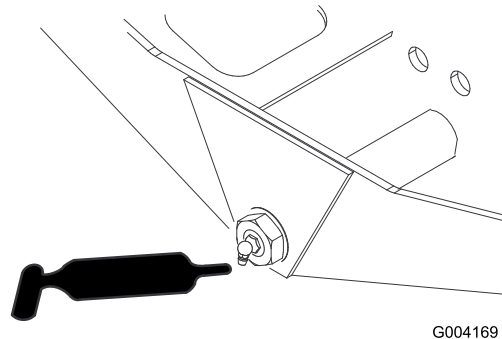

Bild 69
- Achsenlenkzapfen (1)—Bild 69